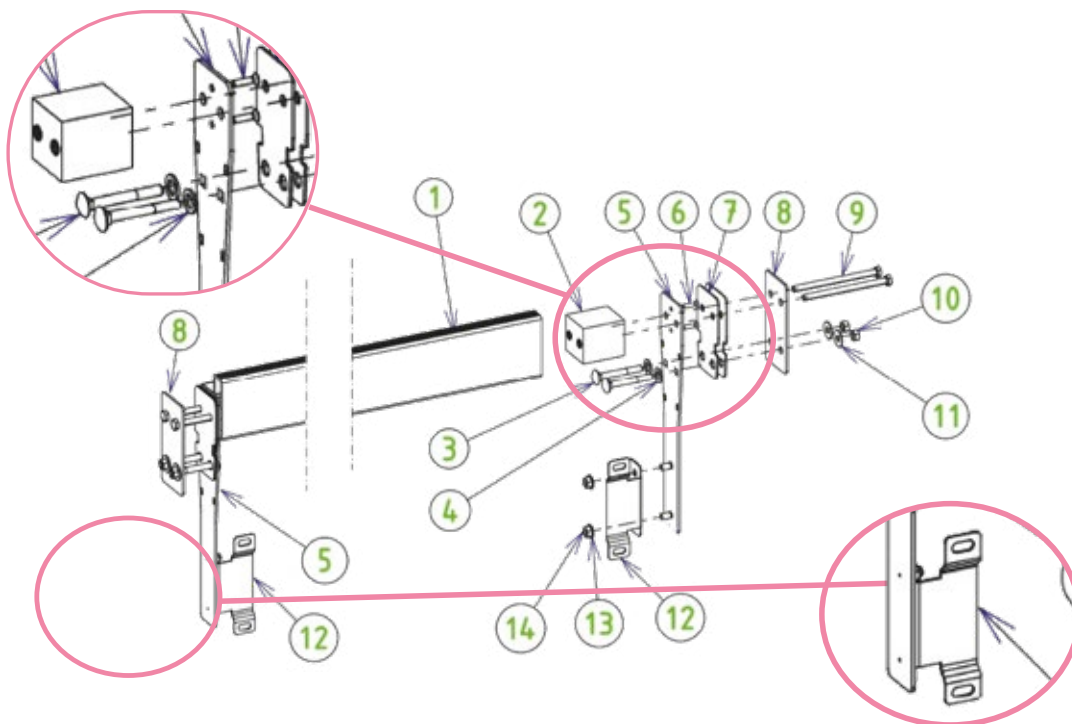

Abbildung 44 – Montage und Installation des Trägers
Ab dem 1. Januar 2004 verlangt die Norm NF P 90-308 das Vorhandensein einer Trennung zwischen dem Bereich der Abdeckung und dem Rest des Pools. Die Installation dieser Trennwände ist also unerlässlich. Die Montageschritte der Trennwand und des Projektors werden in Abbildung 44. dargestellt. Die für die Montage benötigten Schrauben befinden sich im Pack Y.
Montieren Sie die drei Module (1) der Trennwand mit acht Sechskantschrauben 8 x 20 aus A4 Edelstahl und acht Muttern mit Durchmesser 8 mm, verbunden durch eine Unterlegscheibe mit Durchmesser 8 mm auf jeder Seite der Wand, also insgesamt 16 Unterlegscheiben. Die genaue Position dieser Schrauben auf der Wand wird durch acht rote Kreise in Abbildung 44 angedeutet.